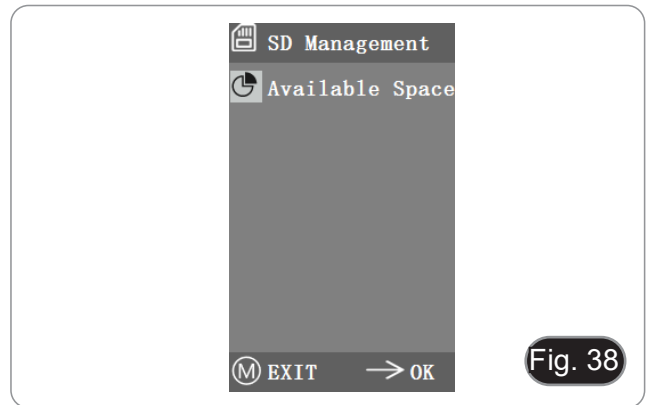

Fig. 38
- DC (DC): En el caso de la fuente de luz DC (corriente continua), no hay fluctuación de luz, por lo que no es necesario compensar la fuente de luz intermitente.
1. Después de insertar la tarjeta SD, el espacio restante y el espacio total de la tarjeta SD se pueden ver en "Available Space". (Fig. 38)